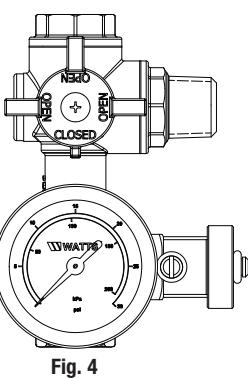

Fig. 4
- Enfoncer le robinet du RBFF et le tourner à 90° dans le sens anti-horaire ; relâcher et verrouiller en position « orifice-réservoir de dilatation fermé » (cf. Figure 4).